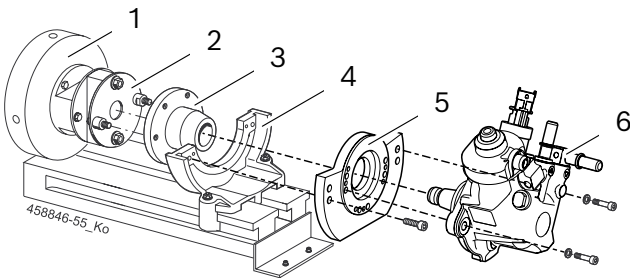

Fig. 1: Fixer le CP4
1. Fixer l'accouplement d'entraînement 1 686 401 024 (Fig. 1, Pos. 2) au disque volant (Fig. 1, Pos. 1) de l'EPS 708. Le couple de serrage des vis de fixation est de 95 ± 2 Nm.
2. Fixer la bride de serrage (Fig. 1, Pos. 5) sur le CP4 (Fig. 1, Pos. 6).
3. Placer le CP4 avec la bride de serrage sur l'équerre de serrage (Fig. 1, Pos. 4) et fixer.
4. Fixer la bride d'entraînement (Fig. 1, Pos. 3) sur l'arbre d'entraînement du CP4. Couple de serrage de l'écrou de serrage : $80 + 10$ Nm.